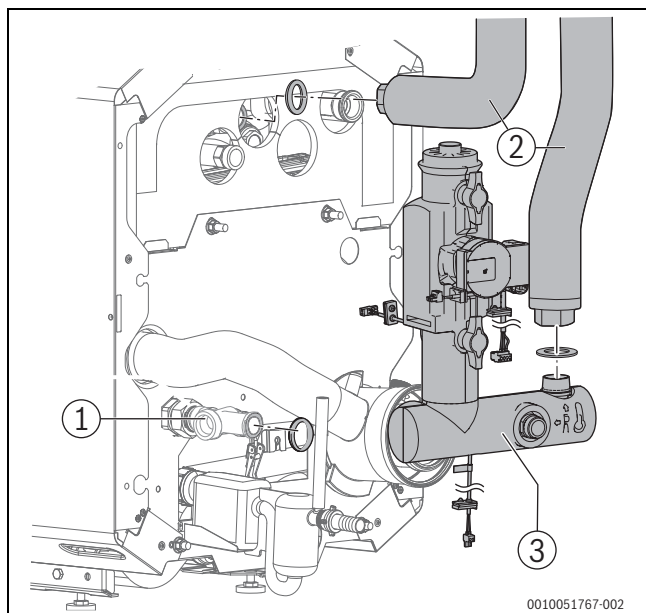

Fig. 4 Montage de l'assemblage de la tuyauterie HF-Set HYC40B-2
- ▶ Monter l'assemblage de la tuyauterie conformément à la fig. 4.